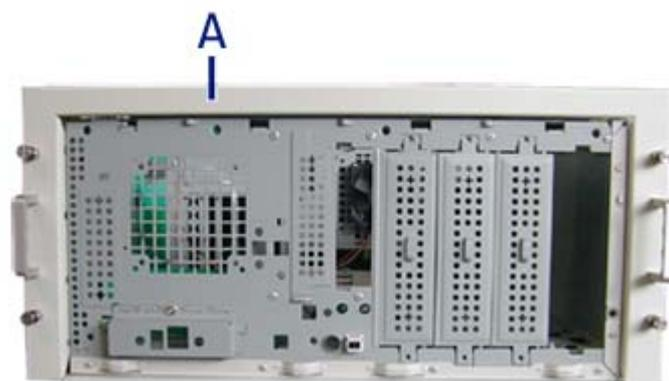

Figure 26: Poignées (A), vis (B) et clé hexagonale (C)
Fixez les poignées (A dans "Figure 26: Poignées \(A\), vis \(B\) et clé hexagonale \(C\)") au cadre de montage en rack au moyen de deux vis (B dans "Figure 26: Poignées \(A\), vis \(B\) et clé hexagonale \(C\)").
7. Alignez le cadre de montage en rack (A dans l'image ci-dessus) avec l'arrière du panneau avant (B).
8. Fixez le cadre au moyen des vis sans tête (C dans l'image ci-dessous, quatre de chaque côté) en utilisant la clé hexagonale (C dans "Figure 26: Poignées (A), vis (B) et clé hexagonale (C)") et serrez-les suffisamment pour fixer le cadre au serveur mais pas trop pour éviter d'endommager le boîtier du serveur.